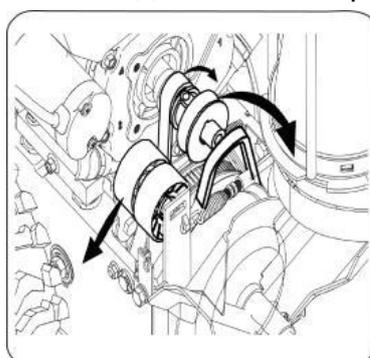

Рисунок 29
- в. Снимите приводной ремень со шкива двигателя вверх (см. рис.29).